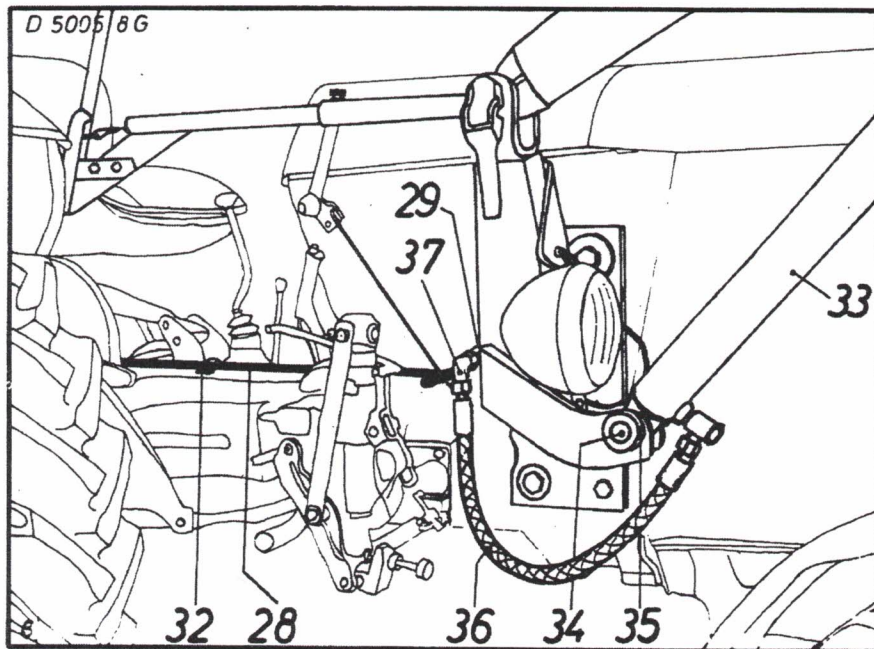

Bild 6
Lampenhalter rechts (15) zusammen mit Seilführung (16) mittels 2 Sechskantschrauben M 16 x 60 und Zahnscheiben A 16,5 (17) am rechten Bock anschrauben. Lampen am Lampenhalter montieren (Siehe Bild 6, 7). Kabel (19) mittels Klemmstück (20) installieren. Scheinwerfereinstellung siehe Betriebsanleitung P 550, Seite 9.